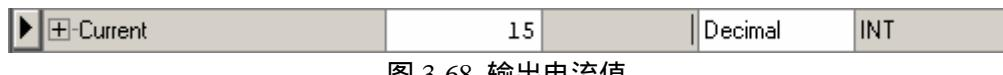

图 3-68 输出电流值
60. 查看标签数据库，Current 值为变频器输出电流的 100 倍，如图 3-68 所示。